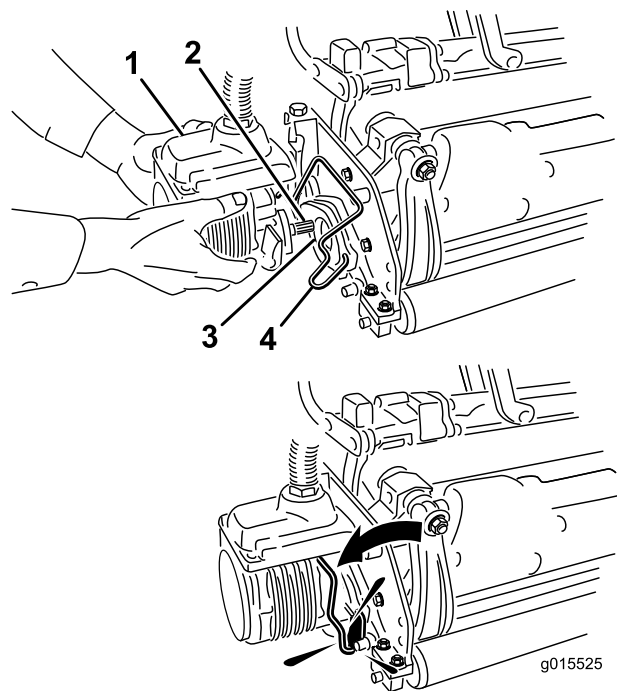

Figura 14
11. Revista o veio estriado do motor da unidade de corte com massa lubrificante limpa (Figura 14).
12. Insira o motor no lado esquerdo da unidade de corte (visto da posição do operador) e empurre a barra de retenção do motor na unidade de corte na direcção do motor até ouvir um “clique” de ambos os lados do motor (Figura 14).